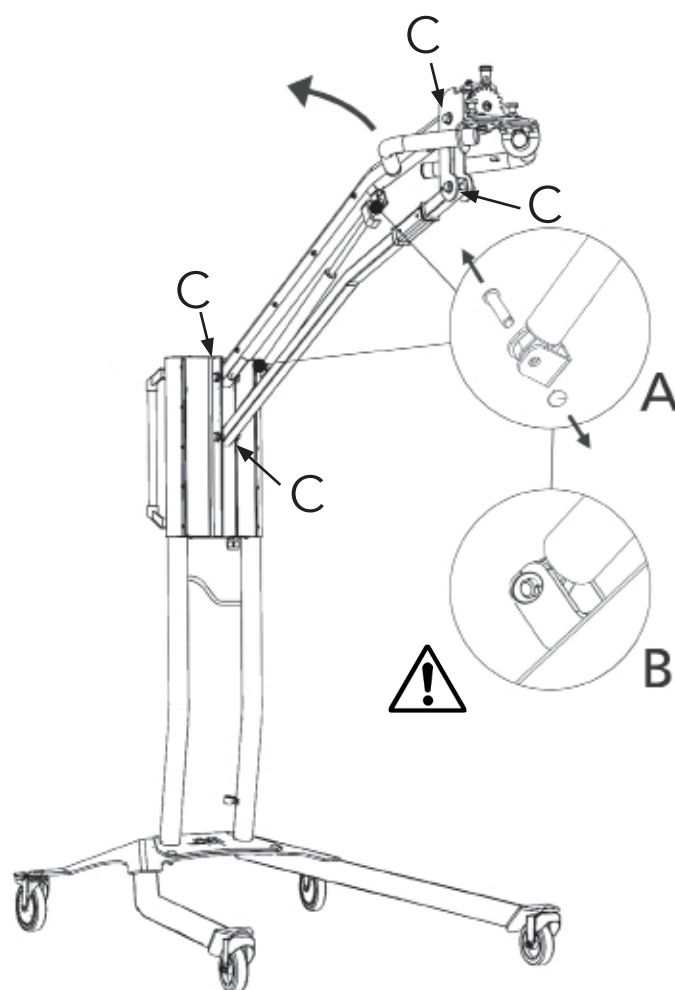

Figure 2
Si le bras mobile ne se gare pas dans la position la plus haute ou la plus basse mais descend ou monte légèrement de lui-même, serrez les 4 boulons indiqués par la lettre « C » dans la figure 2. Si le bras ne se gare toujours pas ou devient lourd à régler, le ressort à pression de gaz doit être remplacé.
2. Placez le bras parallèle dans la position la plus verticale possible (figure 2).
4. Retirez les anneaux de verrouillage et les deux goupilles. Déplacez le ressort à gaz légèrement vers le haut/vers l'avant, puis le retirer (figure 2).